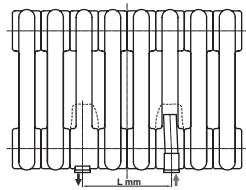

рис. 1
- 3) Подсоединение к желаемой части оси (см. рис.1, 2) является идеальным решением при желании заменить уже существующий радиатор или при расстоянии между вводом и выводом воды нестандартного типа.